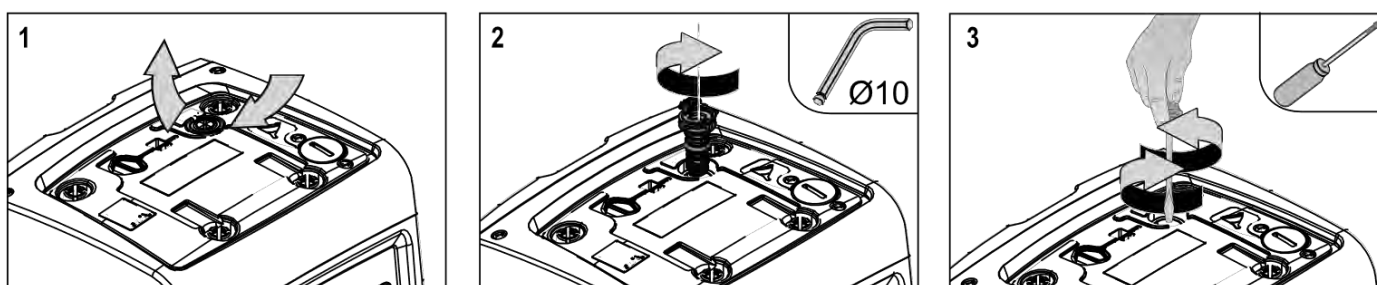

Fig. 23
2. lyft på gummihättan till pluggen för att komma åt motoraxeln (*Fig. 23*);
3. använd en 10 mm sexkantnyckel och ta bort pluggen för att komma åt motoraxeln (*Fig. 23*);
4. för in en spårskruvmejsel i spåret på motoraxeln och vrid i båda rotationsriktningarna (*Fig. 23*);